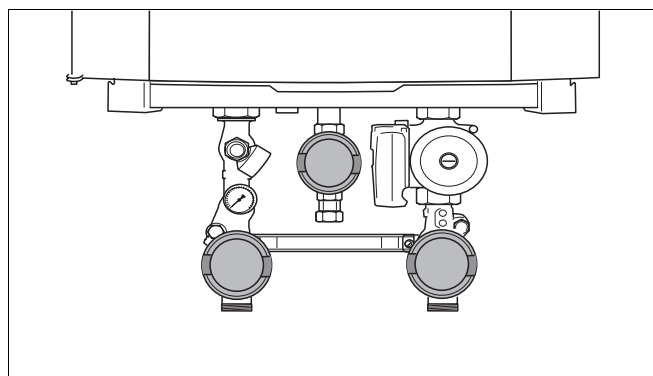

Fig. 103 Hanerne lukkes (her: stillingen "lukket")
- Luk gashanen (fig. 103).
- Luk vedligeholdelseshanerne (fig. 103).